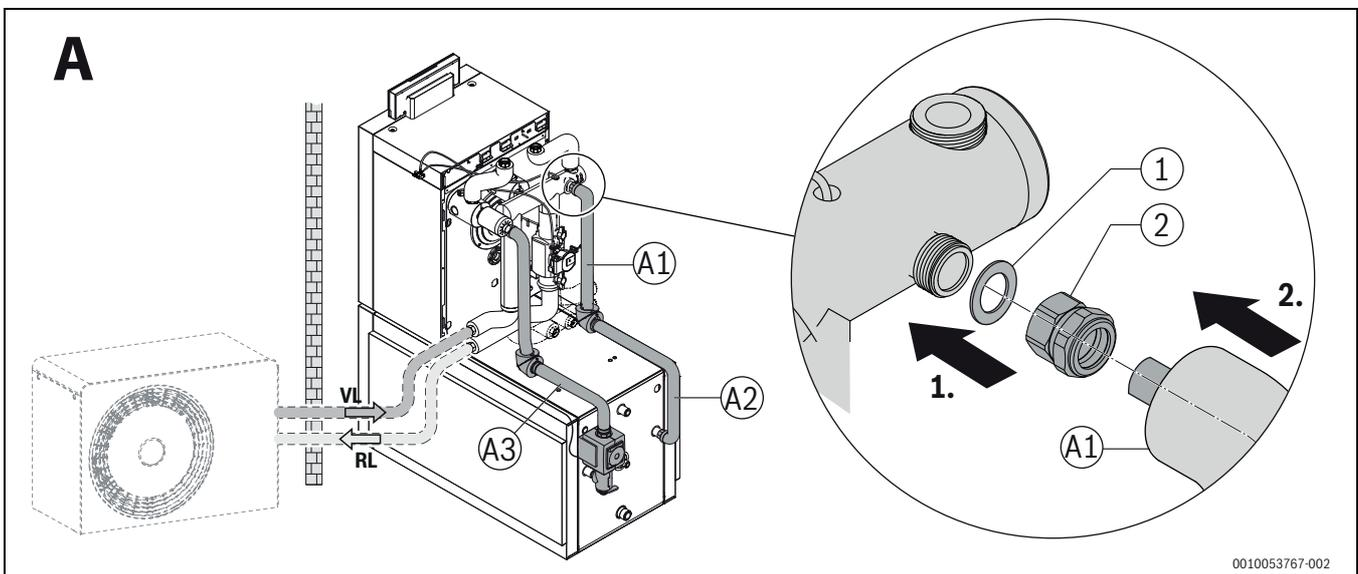

Fig. 12 Montaggio collegamento di un bollitore orizzontale, variante A, illustrazione riferita a titolo di esempio a una caldaia da 15 kW
- ▶ Accorciare e installare i tubi come illustrato in fig. 12.